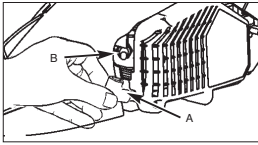

Abb. 21
2. Ziehen Sie das Zündkabel (A) durch Ziehen und gleichzeitiges Drehen von der Zündkerze (B) ab (Abb. 21).